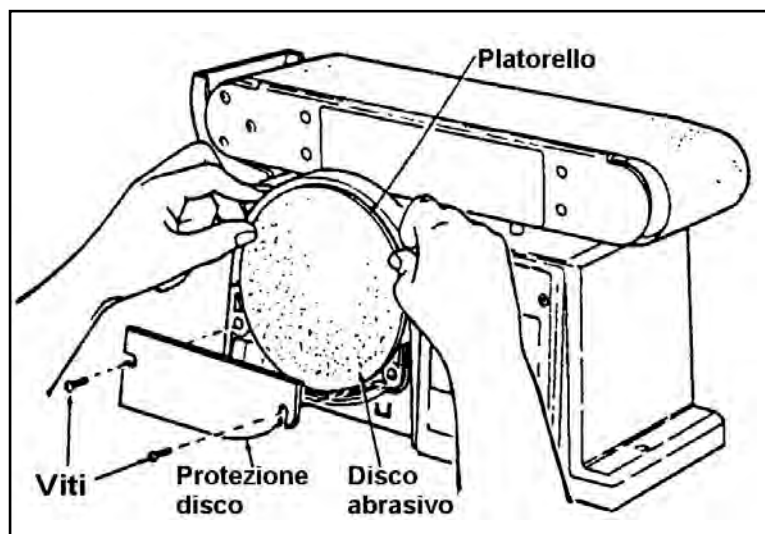

Figura 11 – Montaggio del disco abrasivo.
3. Staccate parte del foglio di protezione posteriore e attaccate il disco abrasivo al platorello, in modo da allineare il perimetro esterno del disco con quello del platorello (figura 11). Rimuovete il foglio protettivo poco alla volta dopodiché premete il disco sul platorello.